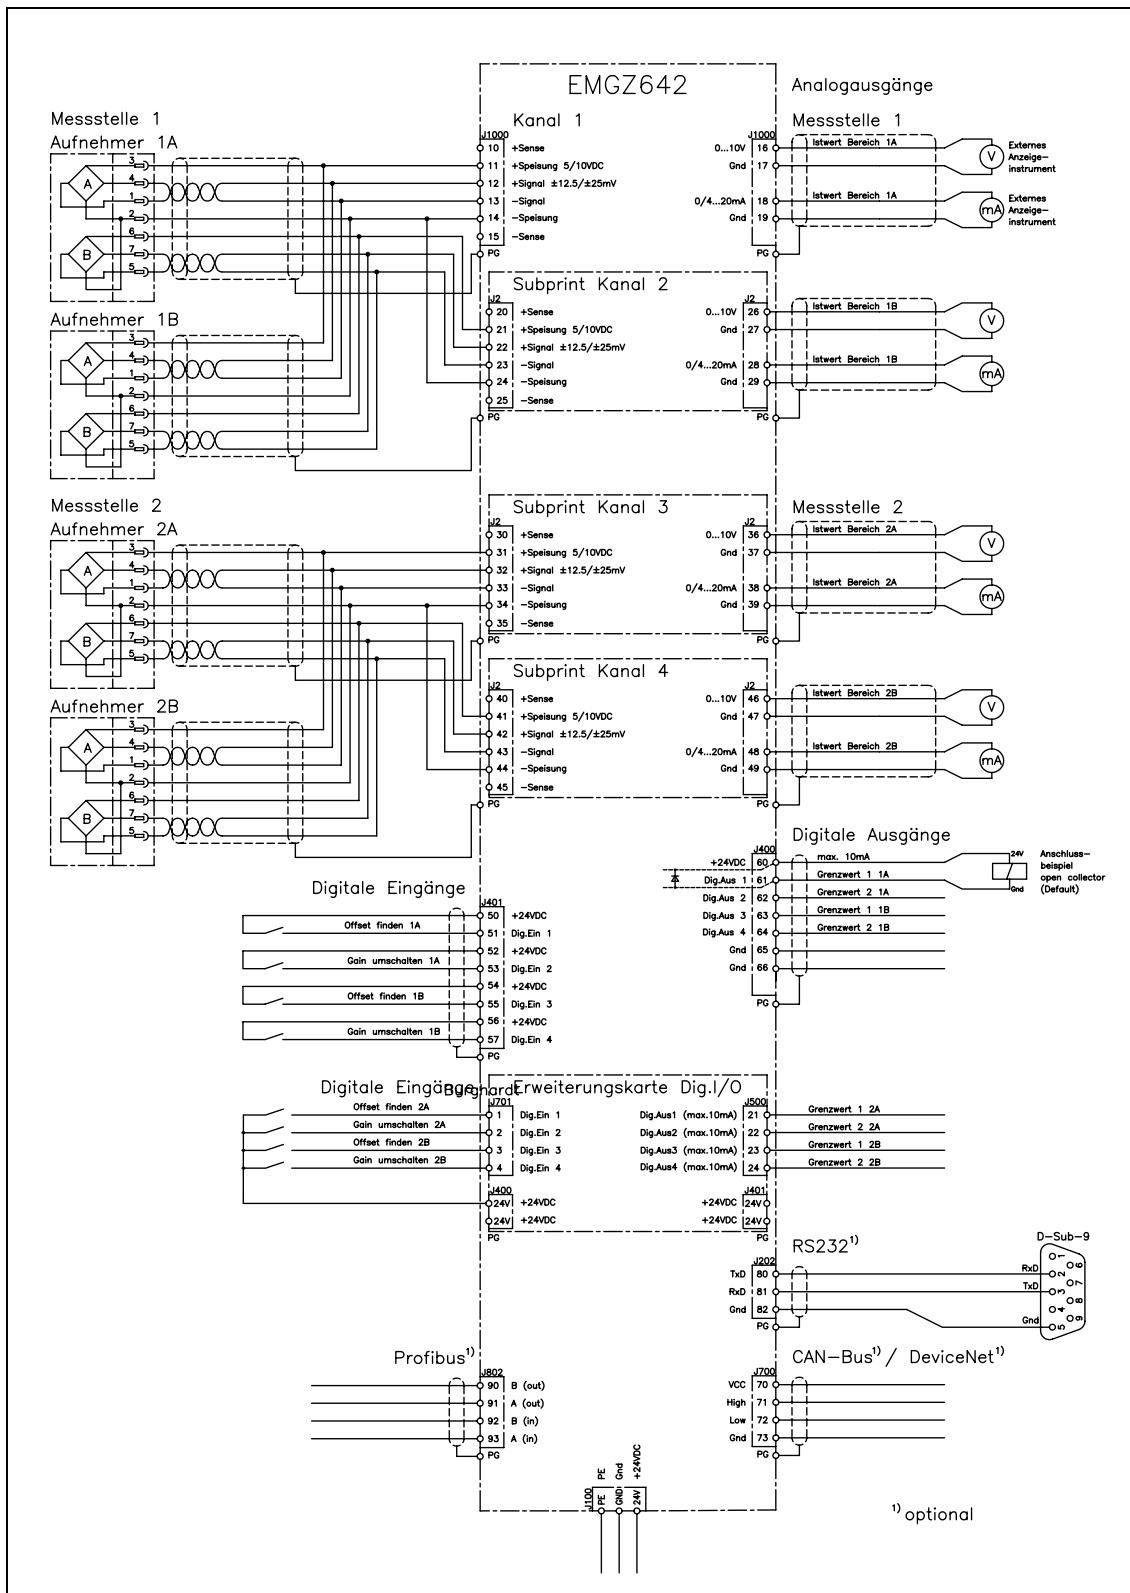

Bild 7: Anschlussschema EMGZ642A. Die Version EMGZ622A besitzt nur die Kanäle 1 und 2.
Das Gehäuse kann in einem Schaltschrank oder frei bei der Maschine montiert werden. Alle Anschlüsse werden von unten durch die PG-Verschraubungen ins Gehäuse geführt und gemäss Anschlusschema (Bild 7) an die steckbaren Schraubklemmen angeschlossen.
Der Anschluss der Kabel auf die Klemmen der Elektronik erfolgt gemäss Anschlusschema (Bild 7). Bei zwei Kraftaufnehmern pro Messstelle werden die Kraftaufnehmer parallel geschaltet (siehe Anschlusschema). Bei Anschluss in 6-Leiter-Schaltung müssen die Lötbrücken geändert werden (siehe „8.2 Konfigurieren der Elektronikeinheit“).
- Ersten Kraftaufnehmer anschliessen (siehe Anschlusschema, Bild 7).
Der Abgriff der Grenzwertschalter erfolgt gemäss Anschlusschema (Bild 7).
Das Umschalten erfolgt mit einem dig. Eingang. Der Anschluss des dig. Eingangs erfolgt gemäss Anschlusschema (Bild 7).
Die digitalen Eingänge können für verschiedene Zwecke verwendet werden. Der Anschluss erfolgt gem. Anschlusschema (Bild 7).